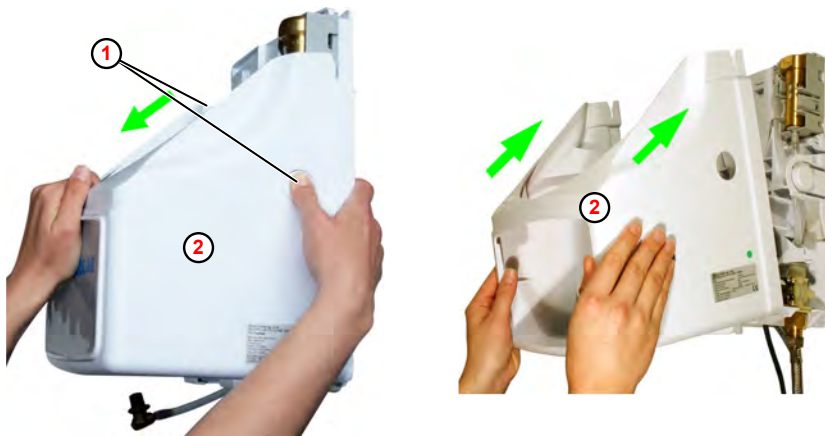

Abb. 15: Haube demontieren/montieren (Beispiel EcoPlus S)
1. ▶ Beide Knöpfe (Abb. 15 , ①) vom Gehäuse (rechts und links) drücken.
2. ▶ Gehäuse ② nach vorne abnehmen.